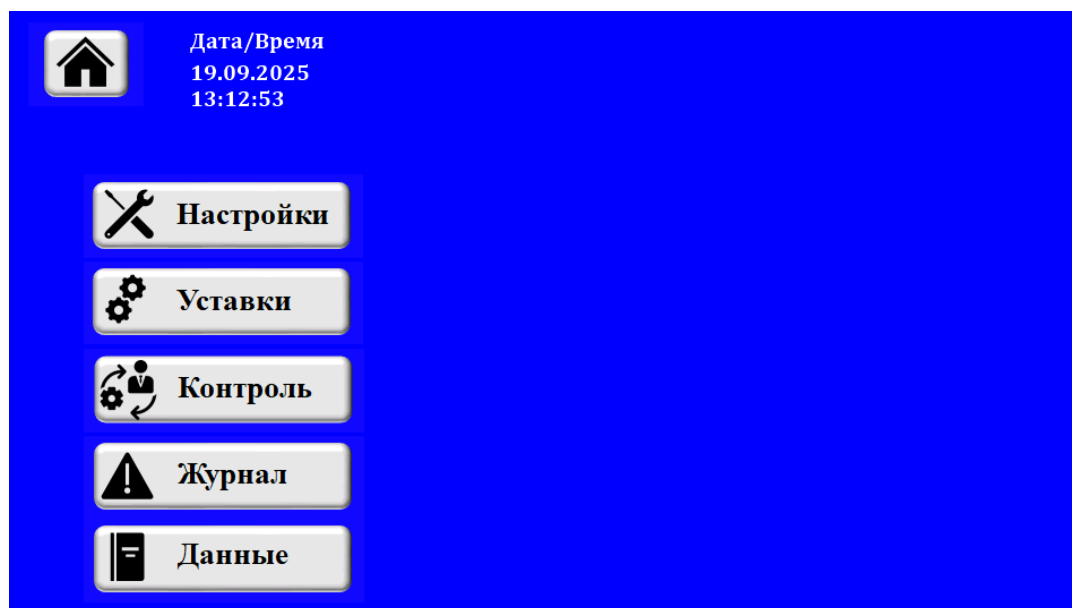
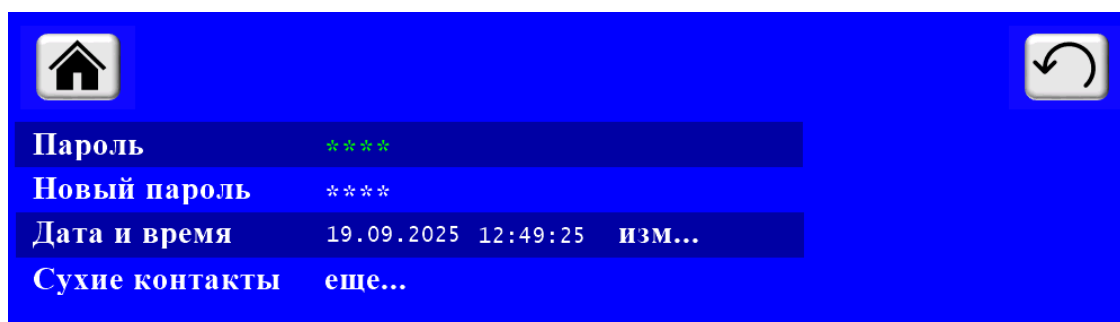
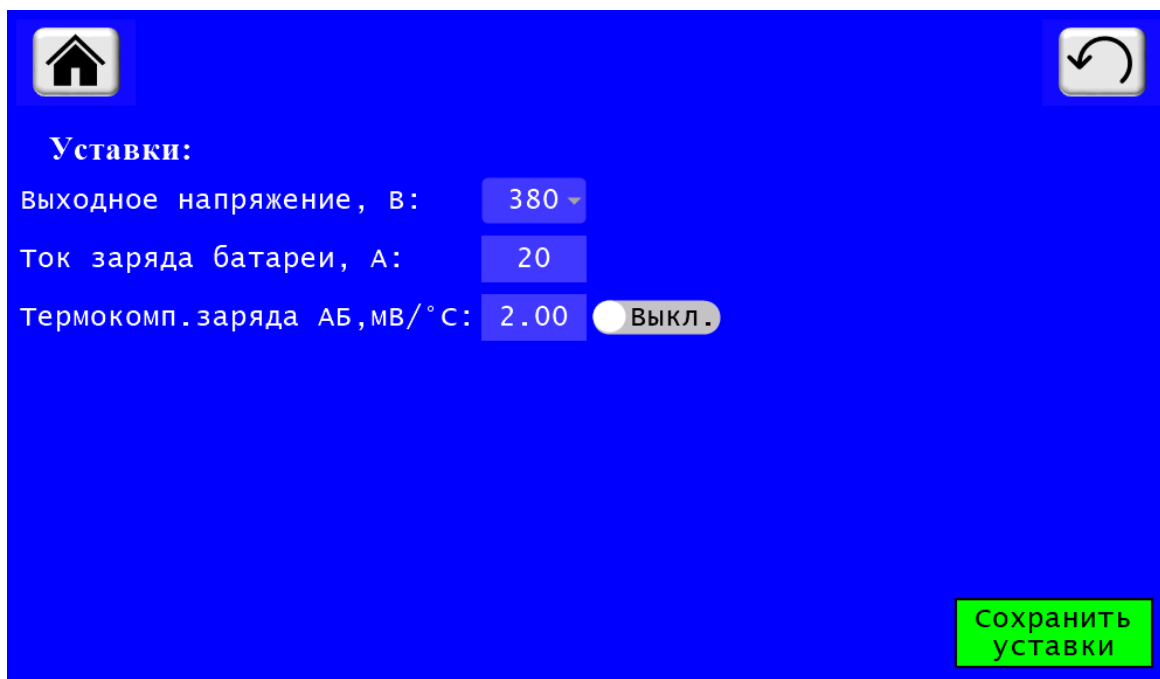

Рисунок 10 – Страница главного меню на пульте управления
Рисунок 11 – Страница пульта управления с настройками
Рисунок 16 – Страница пульта управления с настройками уставки зарядного тока АБ
2.3.5.1 На главной странице пульта управления (Рис. 2) нажать кнопку «Главное меню», на появившейся странице пульта (Рис. 10) нажать на кнопку «Настройки», после этого появится страница «Настройки» (Рис. 11).
2.3.7.2 На главной странице пульта управления (Рис. 2) нажать кнопку «Главное меню», на появившейся странице пульта (Рис. 10) нажать на кнопку «Уставки», после этого появится страница «Уставки» (Рис. 16).
2.3.8.2 На главной странице пульта управления (Рис. 2) нажать кнопку «Главное меню», на появившейся странице пульта (Рис. 10) нажать на кнопку «Настройки», после этого появится страница «Настройки» (Рис. 11).
2.3.9.2 На главной странице пульта управления (Рис. 2) нажать кнопку «Главное меню», на появившейся странице пульта (Рис. 10) нажать на кнопку «Настройки», после этого появится страница «Настройки» (Рис. 11).
2.3.10.2 На главной странице пульта управления (Рис. 2) нажать кнопку «Главное меню», на появившейся странице пульта (Рис. 10) нажать на кнопку «Контроль», после этого появится страница «Контроль» (Рис. 12).